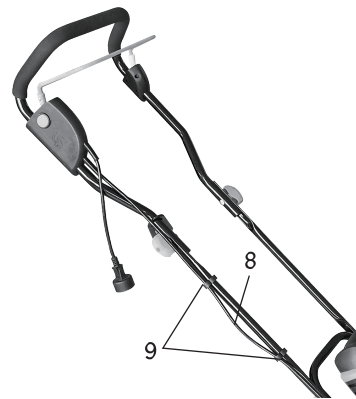

Fig. 6
5. Fixer le cordon de commande (8) avec deux pinces pour câblage (9) (Fig. 6).